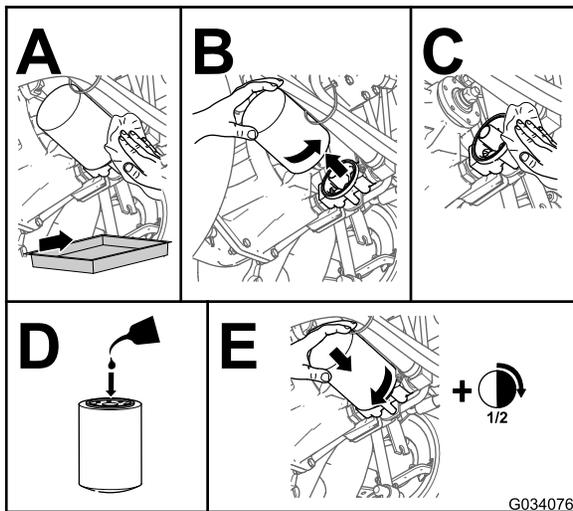

Figura 83
4. Cambie el filtro hidráulico (Figura 83).